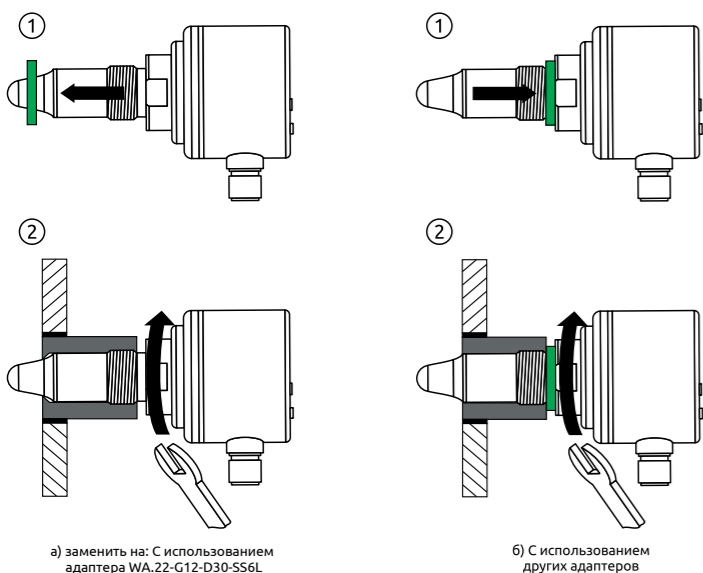

Рисунок 8 - Монтаж датчика в адаптер
Не допускается при монтаже датчика прикладывать механические усилия к электрическому разъему. Датчик вкручивается в адаптер только с использованием гаечного ключа (рисунок 8), с усилием не более 35 Н·м непосредственно к гайке штуцера.
- При использовании адаптера WA.22-G12-D30-SS6L, установка датчика осуществляется без внешнего уплотнительного кольца (см. рисунок 8, а). При этом необходимо соблюдать рекомендованное усилие вкручивания, чтобы не повредить сенсор. Установка датчика в другие адаптеры осуществляется с внешним уплотнительным кольцом (см. рисунок 8, б).